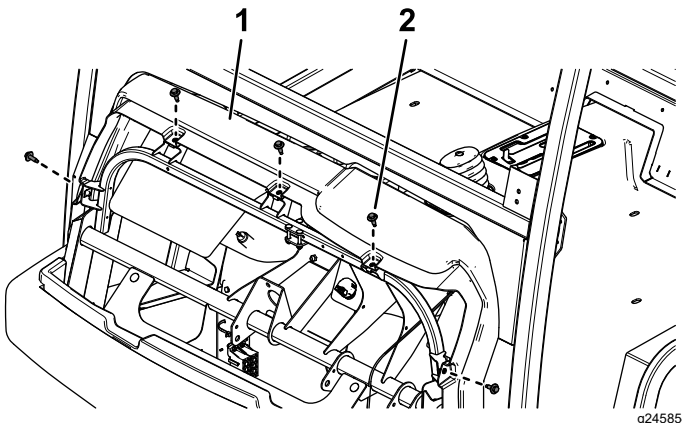

Figure 39
1. Retirez les 5 boulons à embase hexagonale du tablier (Figure 39).